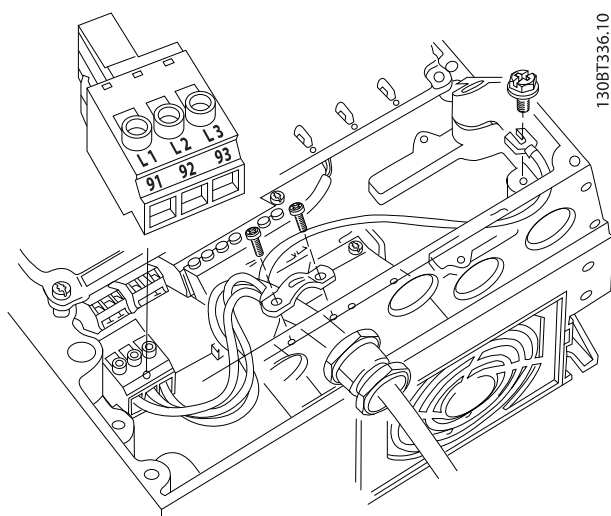

図 2.13 交流主電源への接続
- 3 相交流入力電力ワイヤを L1、L2、L3 に接続します (図 2.13 を参照してください)。